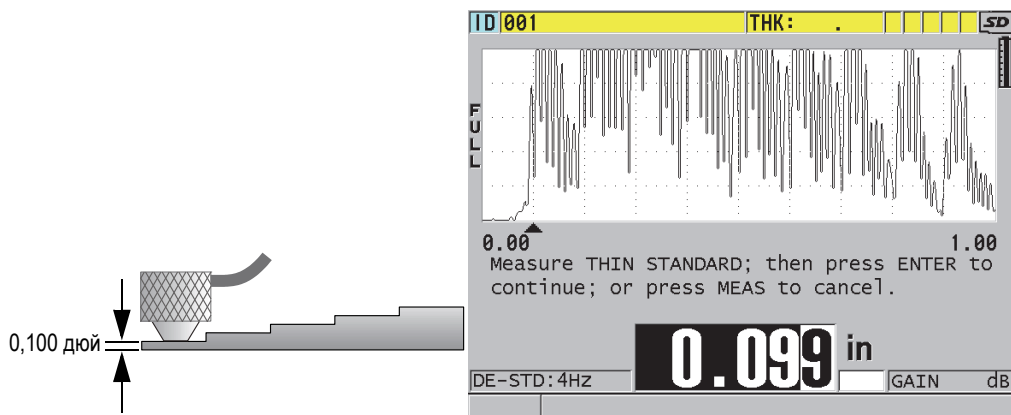

Рис. 5-5 Калибровка нуля на тонкой части 5-ступенчатого тестового образца
2. Калибровка нуля (см. Рис. 5-5 на стр. 65):